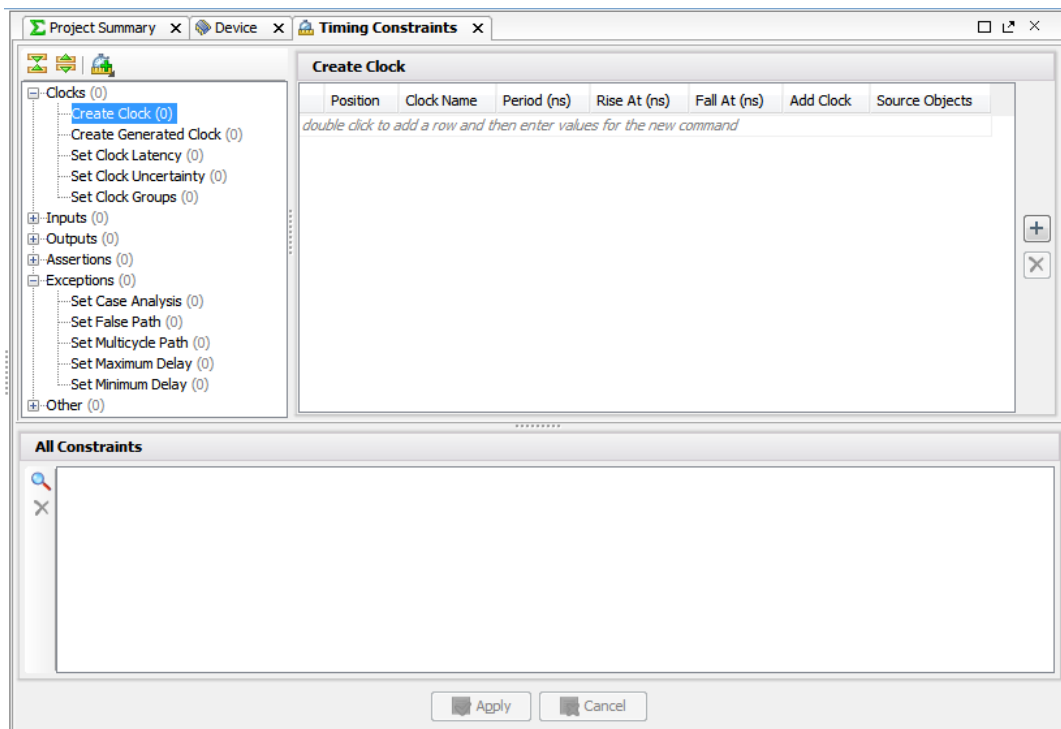

図 7 : [Timing Constraints] ビュー
- **制約のツリー表示** : 図 7 : [Timing Constraints] ビュー に示すように、[Timing Constraints] ビューの左上にあります。カテゴリ別にまとめられた標準タイミング制約がこのセクションに表示されます。このセクションで制約名をダブルクリックすると、制約ウィザードが開き、選択した制約を定義できるようになっています。
- **制約の表** : 図 7 の右上にあります。このセクションには、ツリー表示で選択されているタイプのタイミング制約が表形式で表示されます。制約ウィザードを使用せずに、直接制約を定義したり編集する場合は、これを使用します。